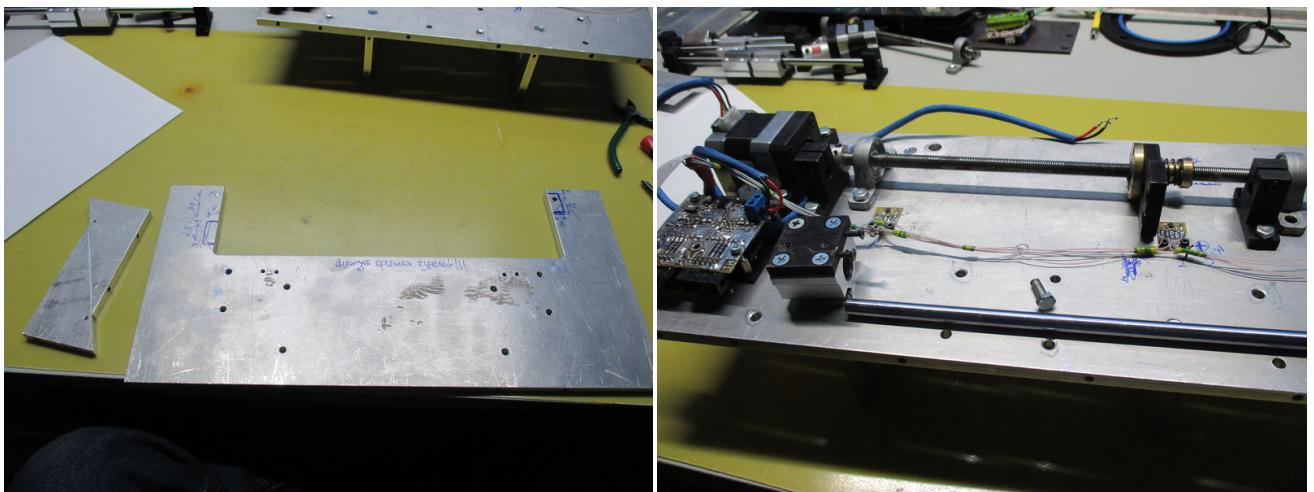

Рис. 29: Разборка узлов линейного транслятора анализатора поляризации.
16. Со стойки с диагональными откосами ребер жесткости снять крышку доступа к турелям. Открутить откосы и элементы транслятора анализатора поляризации (см. рис. 29 слева). Со второй стойки снять цилиндрическую направляющую с узлами ее крепления и отсоединить проводку.